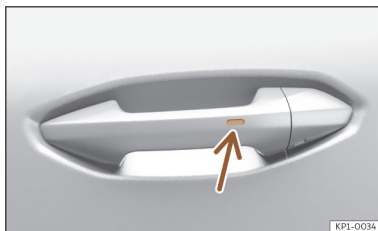

Fig. 88 Manípulo da porta: superfície sensora.
- **OU:** através do sistema Keyless Access (apenas fecho): Mantenha um dedo durante alguns segundos sobre a superfície sensora de bloqueio >>> **Fig. 88** (seta) do manípulo da porta para fechar as janelas e o teto. Se deixar de tocar na superfície sensora, a função de fecho é interrompida.
Mantenha um dedo durante alguns segundos sobre a superfície sensora de bloqueio >>> **Fig. 88** (seta) do manípulo da porta para fechar o teto. Se deixar de tocar na superfície sensora, a função de fecho é interrompida.